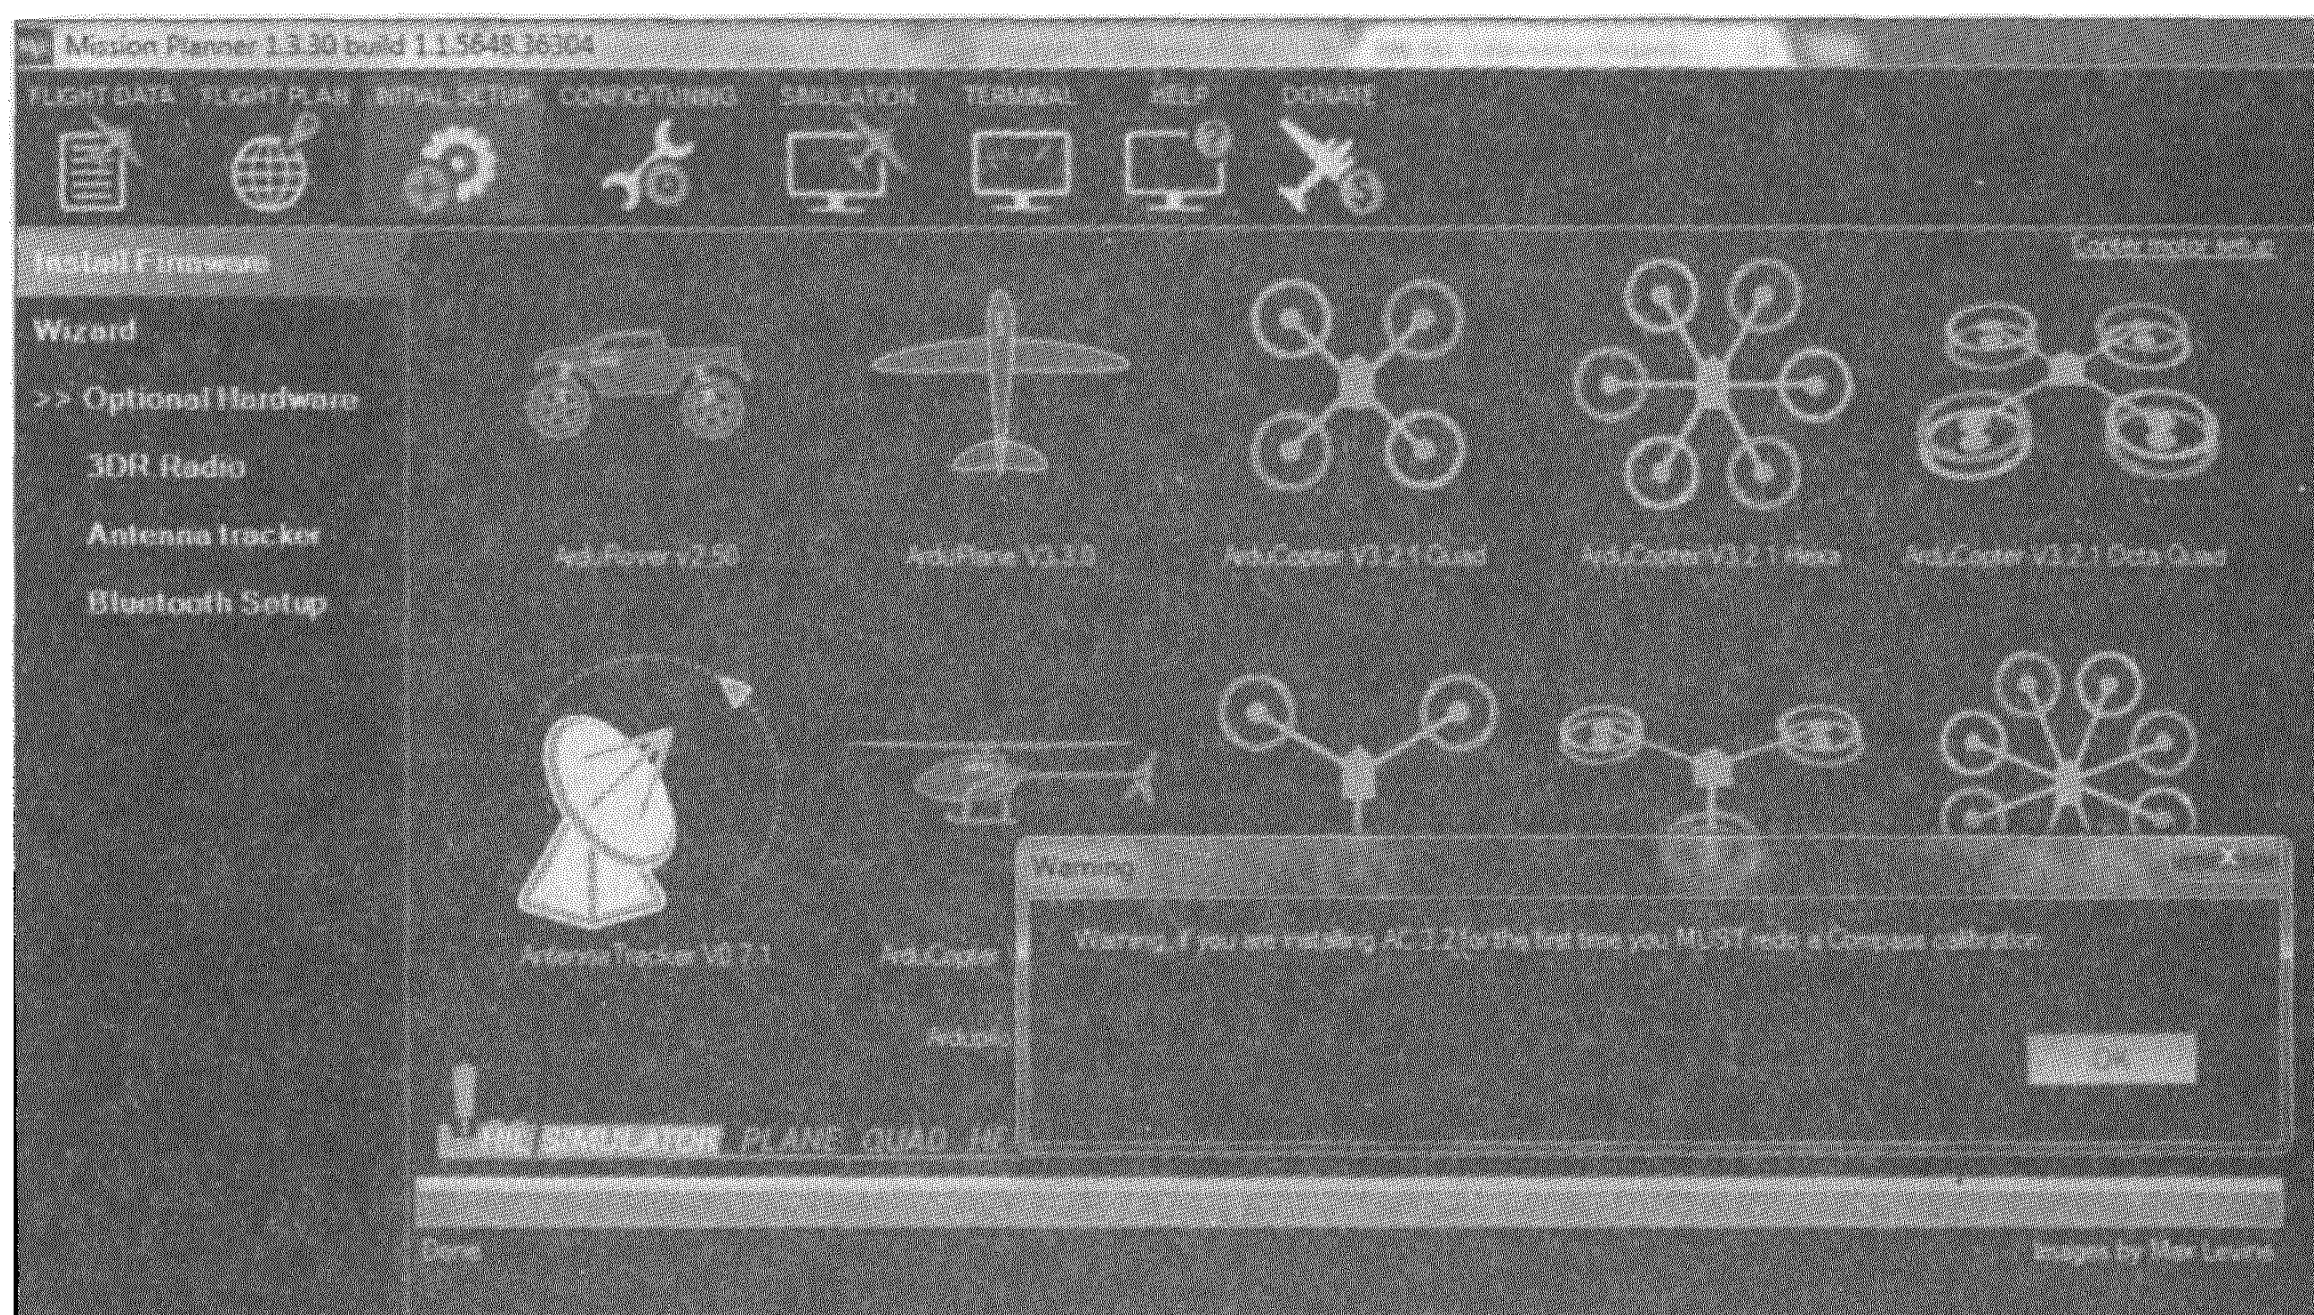

Рис. 9.6. Мы все закончили, нажмите кнопку **ОК** для продолжения
9. После завершения процесса обновления Mission Planner может выдать предупреждение о необходимости проделать некоторые дополнительные шаги, чтобы обновление вступило в силу (рис. 9.6).